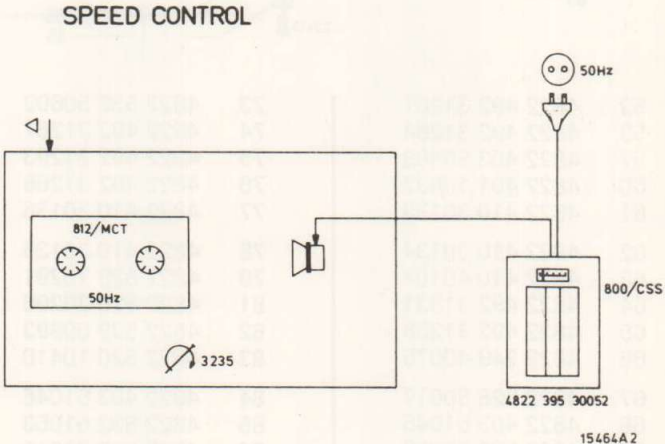

Fig. 8
d. Checking the tape speed (Fig. 8)
d. Controle van de bandsnelheid (Fig. 8)